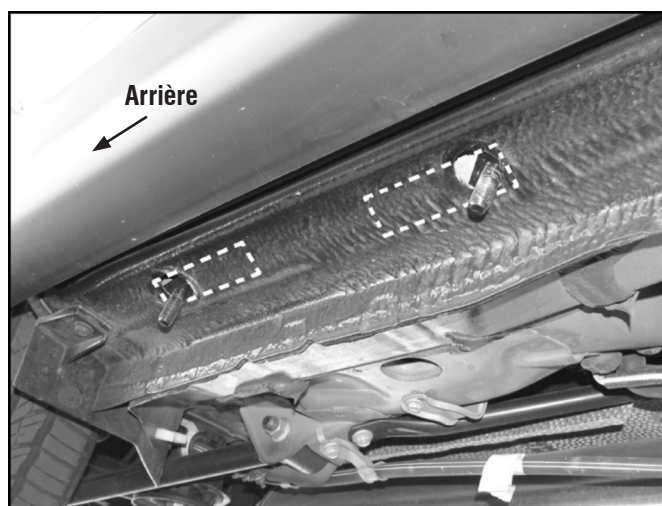

Fig. 3
Sélectionner (4) plaques de boulon. Insérer chaque plaque dans le trou d'origine, en mettant les extrémités longues des plaques face à face. (Fig. 3) Effectuer cette opération à l'avant et à l'arrière.